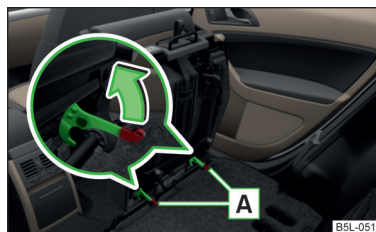

Fig. 53
- Bloquee el asiento al final de la guía presionando los bloqueos del asiento **A** en el sentido de la flecha » fig. 53.
- > Si el asiento está desmontado, colóquelo primero sobre la guía y bloquéelo con los bloqueos de asiento [A] » fig. 53 de la página 75. Asegúrese de que el asiento está correctamente bloqueado tirando de él.